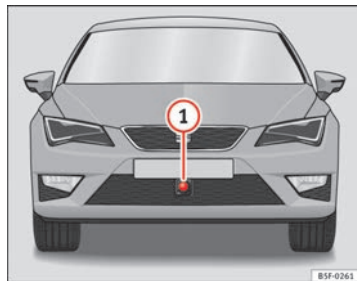

Fig. 139 No pára-choques à frente: sensor de radar.
No pára-choques dianteiro está montado um sensor de radar para captar a situação do trânsito ⇒ Fig. 139 ①. Este sensor permite detectar veículos que circulem à frente, até uma distância de aprox. 120 m.